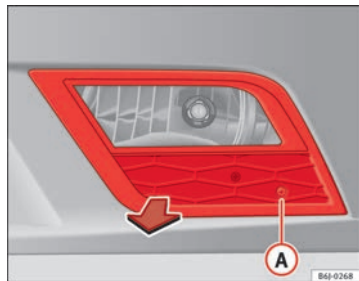

Fig. 187 Faro antiniebla
- Retire el tornillo ⇒ fig. 187 **A** de la rejilla del faro antiniebla precisando para ello un destornillador.